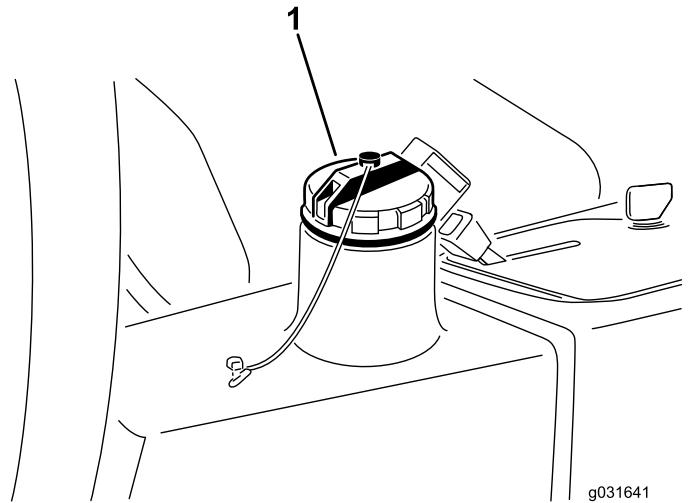

図 64
- 油圧オイルタンクの注油口とキャップの周辺をきれいに拭く 図 64。
- オイルタンクのキャップを取り 図 64。